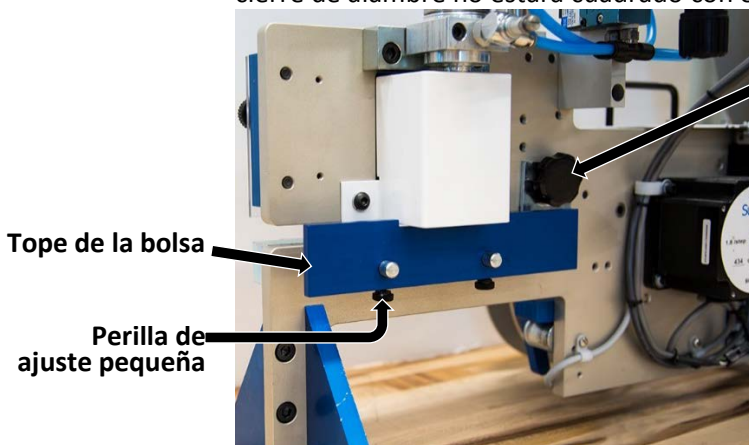

Fig. 16 (parte posterior de la máquina)
- Afloje las dos pequeñas perillas de ajuste en la parte inferior del tope de la bolsa. Deslice el tope hacia adentro o hacia afuera, a la longitud deseada (Fig. 16).